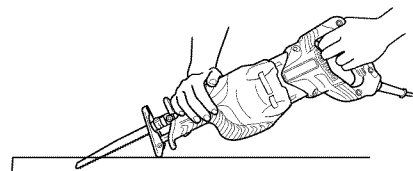
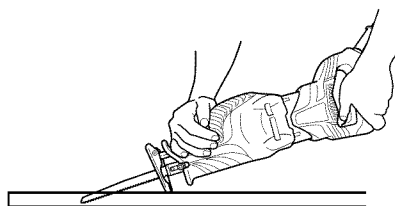

Fig. 24
Fig. 25
- (2) Levante el mango lentamente y corte con la hoja de sierra poco a poco. (Fig. 24, Fig. 25)